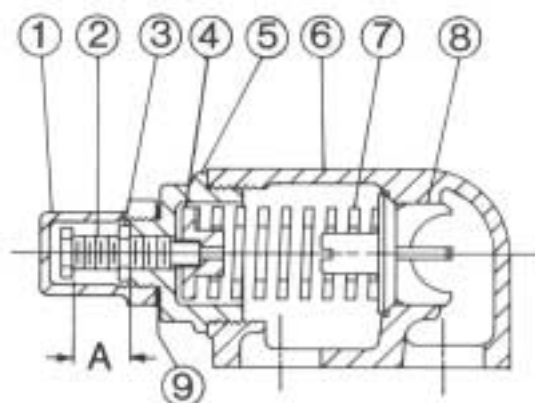

FIGURA 9
2. Misurare e registrare la lunghezza di estensione della vite di regolazione, Vedere (A) Figura 9.